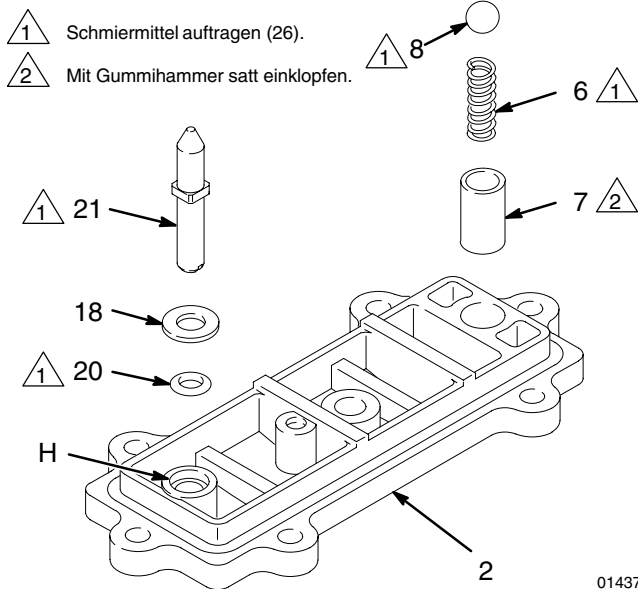

Abb. 10
1. Wenn die Hülse (7) entfernt wurde, mit einem Gummihammer vorsichtig eine neue Hülse in einen neuen Deckel (2) einbauen. Siehe Abb. 10.
2. Die Feder (6) einfetten und in die Hülse (7) geben. Kugel (8) einfetten und auf die Feder setzen.
3. Den O-Ring (20) schmieren und in das Loch (H) im Deckel (2) einbauen. Siehe Abb. 10. Die Scheibe (18) auf das stumpfe Ende der Rückstellwelle (21) schieben. Die Welle durch den Deckel (2) hindurch einschieben, bis sie sitzt.
4. Die Feder (3) schmieren. Den Anschlag (4) in das Innere der Feder geben.